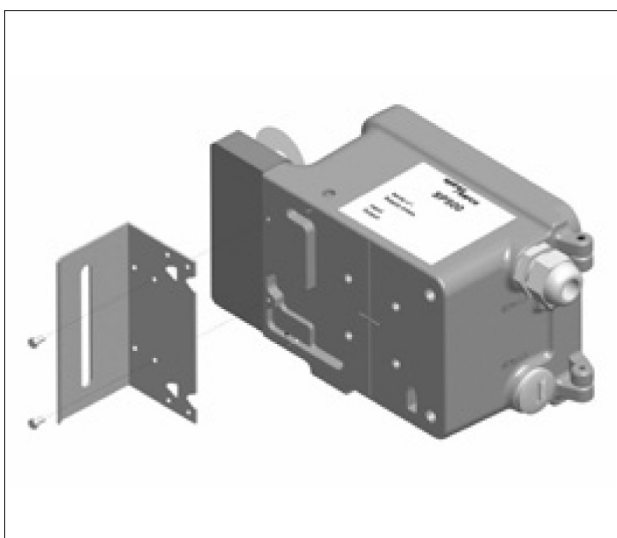

Bild 31
5. Schutzplatte an die Rückseite des Stellungsreglers befestigen, siehe Bild 31 und 32.